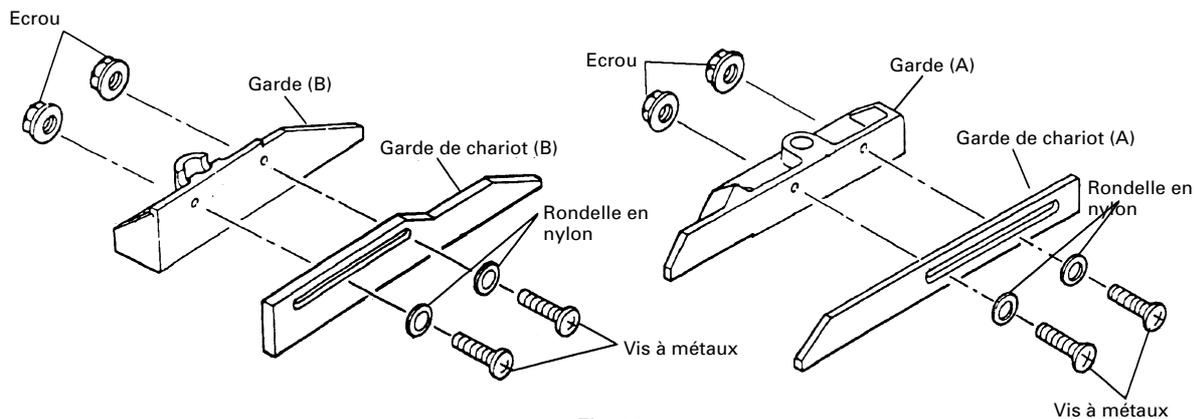

Fig. 19
- (1) Mettre la garde de chariot (A) et la garde de chariot (B) sur la garde (A) et la garde (B) du socle.
- (2) Pour fixer, utiliser les quatre vis à métaux avec des rondelles de nylon et des écrous comme indiqué à la Fig. 19.
- (3) Régler la garde de chariot (A) et la garde de chariot (B) de façon à stabiliser la pièce. La plage de réglage de la garde de chariot (A) et de la garde de chariot (B) va de 0 à 95 mm (0 à 3-3/4").
- (4) Vérifier que la garde de chariot (A) et la garde de chariot (B) sur la garde (A) et la garde (B) du socle sont solidement fixées avec quatre vis à métaux de façon que la garde de chariot (A) et la garde de chariot (B) ne bougent pas (voir Fig. 19).
**⚠ ATTENTION:** \* Avant l'utilisation, vérifier que la lame n'entre pas en contact avec la garde de chariot (A) et la garde de chariot (B). Si elle les touche, réajuster la position de la garde de chariot (A) et de la garde de chariot (B).